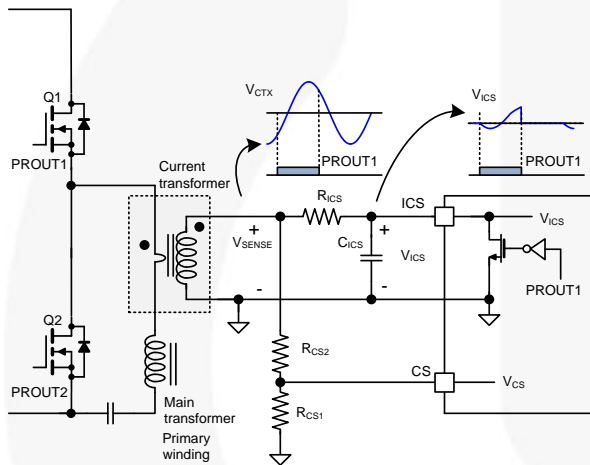
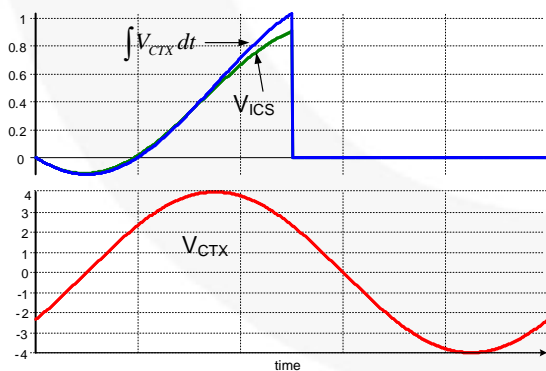
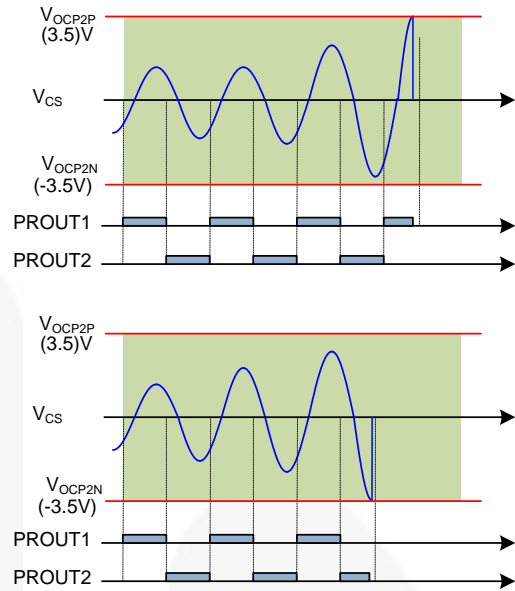

图 61. FAN7688 的电流感测
图 62. 通过 V_{SENSE} 生成积分信号 (V_{ICS})
图 66. CS 引脚的过流保护
FAN7688 可检测瞬时开关电流和开关电流的积分，如图 61 所示。由于 FAN7688 位于次级端，因此通常使用电流互感器检测初级端电流。如果 PROUT1 低，ICS 引脚将通过内部复位 MOSFET 箝位在 0 V。反之，如果 PROUT1 高，ICS 引脚将不会被箝位，且积分电容 (C_{ICS}) 将根据感测电阻电压 (V_{SENSE}) 和 ICS 引脚电压之间的压差进行充放电。在正常运行期间，由于功率限制阈值为 1.2 V，因此 ICS 引脚的电压小于 1.2 V。电流感测电阻和电流互感器匝数比的设计应满足在满载条件下，电流感测电阻上的电压 (V_{SENSE}) 大于 4V。因此，充电和放电电流 C_{ICS} 应几乎与电流感测电阻上的电压 (V_{SENSE}) 成比例关系。图 62 比较了 V_{SENSE} 的幅度为 4 V 时 VICS 信号与理想的积分信号。由图可知，VICS 信号与理想的积分信号之间存在大约 10% 误差，对于大多数设计来说这是可以接受的。如果需要更高精度的 VICS，则应增加 V_{SENSE} 的幅度。
(1) 非零电压开关预防：当补偿电压 (V_{COMP}) 大于 3 V 且 V_{CS} 峰值小于 0.3 V 时，将检测到 NonZVS 条件，从而减弱内部补偿信号以增加开关频率。
(2) 过流保护 (OCP2)：当 V_{CS} 大于 3.5 V 或小于 -3.5 V 时，将触发过流保护 (OCP)。还会在 CS 引脚上感测到初级端瞬时电流。由于 CS 引脚上的 OCP 阈值为 3.5 V 和 -3.5 V (如图 66 所示)，因此通常通过使用分压器从 V_{SENSE} 获得 CS 信号，如图 61 所示。将增加 150 ns 去抖动时间以进行 OCP。